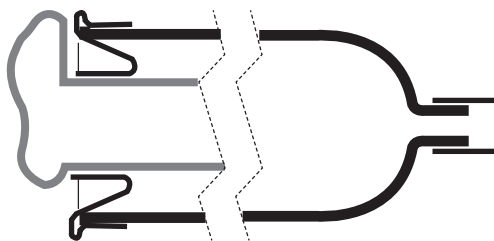

Рис. 7
- Надеть уплотнитель на колбу и придвинуть ее к телу, как это показано на Рис.7